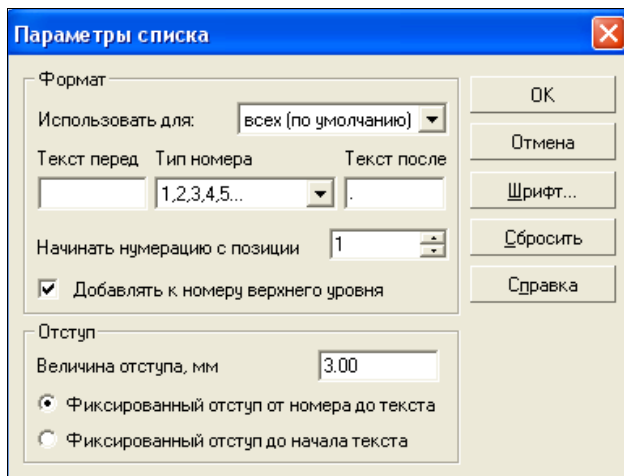

Рис. 23.9. Диалоговое окно **Параметры списка**
- ♦ на Панели свойств нажмите кнопку **Параметры списка**. На экране появится диалоговое окно **Параметры списка** (рис. 23.9). В этом окне вы можете изменить следующие основные параметры абзаца: назначить уровень списка, вставить текст до и после номера, установить, с какой позиции начинать номер, назначить фиксированный отступ в начале и конце текста и изменить шрифт.